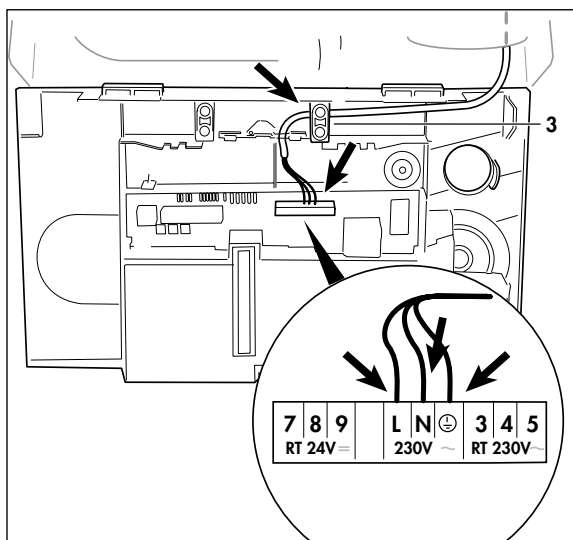

Рис. 3.14: Прокладка кабеля
- Отожмите зажимы задней крышки распределительной коробки (1) в местах (2) и снимите заднюю крышку.
- Проложите сетевой кабель, как показано на рис. 3.14.